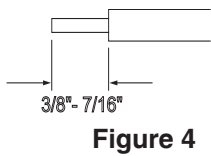

Figure 4
5. Strip black and white wire leads to expose 3/8"-7/16" of bare metal. See Fig. 4 Insert romex through strain relief bushing and tighten screws to secure.
5. Pele las puntas de los cables blanco y negro para exponer de 3/8" a 7/16" (9,5 mm a 11 mm) del metal. Ver Fig 4. Inserte el romex a través del sujetador de cable y apriete los tornillos para asegurar para que estén fuera del medio, gire la cubierta del canal de alambrado hacia arriba en posición.